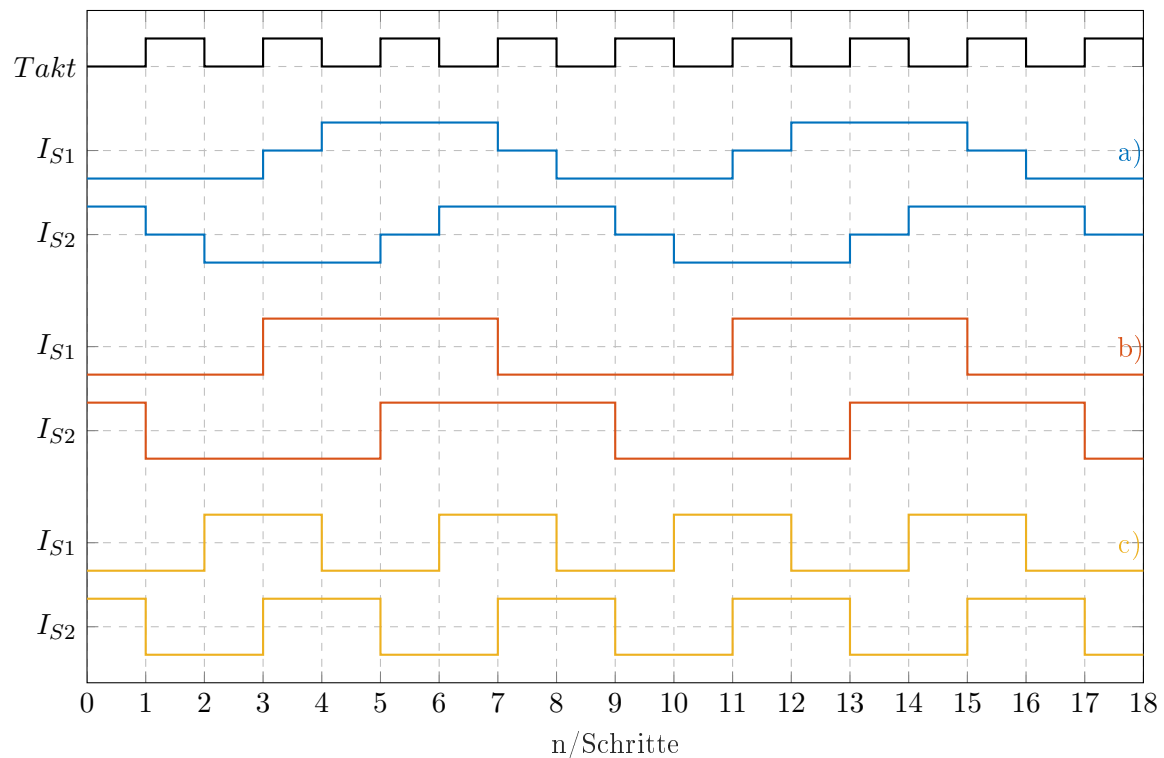

Abbildung 1.1: idealisierte Stromverläufe im Rechtslauf
Um zuerst ein allgemeines Verständnis der Stromverläufe bei verschiedenen Betriebsmodi zu erlangen, sollen diese erarbeitet werden. Zur Vereinfachung werden die Ströme idealisiert, so wird das Taktsignal deutlich größer als die Zeitkonstante T_S angenommen. In Abbildung 1.1 werden diese im Rechtslauf unter folgenden Bedingungen angezeigt:
- d) Wird der Motor mit den Strömen der Abbildung 1.1 a) oder b) angeregt, stellt sich die gleiche Drehzahl ein. Einzig werden durch die Halbschritte in a) ein runderer Lauf ermöglicht. Im Gegensatz dazu dreht sich der Motor in c) doppelt so schnell wie in a) oder b), da die Periodendauer nur halb so groß ist.